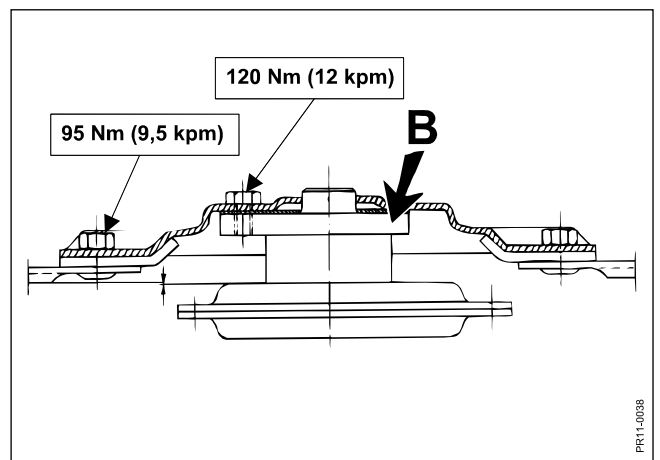

Fig. 5-12
- Fig. 5-12** Sørg for, at boltenes tilspænding er som vist.